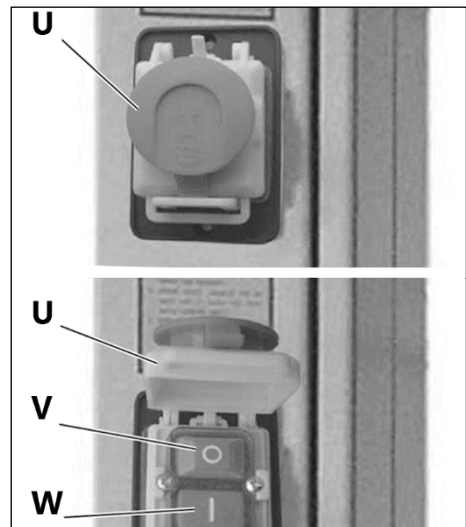

Рисунок 17.
Выключатель станка оборудован аварийной крышкой (рис. 17). Чтобы запустить станок, откройте крышку (U) и нажмите зеленую кнопку ВКЛ (W). Чтобы остановить станок нажмите красную кнопку ВЫКЛ (V).